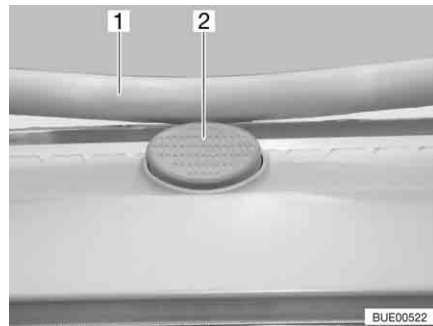

Bild 87 Sicherungsknopf an der Heki-Dachhaube
- Den Sicherungsknopf (Bild 87,2) drücken und den Bügel (Bild 87,1) mit beiden Händen nach unten ziehen.
- Den Bügel mit beiden Händen nach oben drücken, bis der Bügel oberhalb des Sicherungsknopfes (Bild 87,2) liegt.